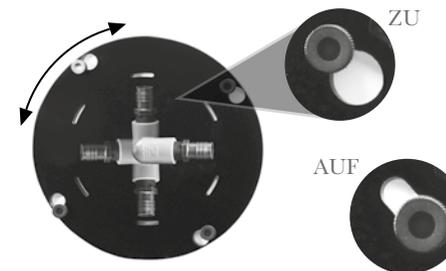

Abbildung 2
Wir empfehlen, den **Tropic Marin® Bio-Actif Reactor 5000** mit ca. 1500 l/h Durchfluss zu betreiben (z.B. mit Hilfe einer SICCE SYNCHRA SILENT 1.5\*). Der Zulauf des Filters ❷ kann über ein 1/2“ Rohr-Innengewinde am Deckel ❶ an eine PVC-Verrohrung\* angeschlossen werden. Eine Schlauchtülle ❿ für einen 19 mm (3/4“) Schlauch\* zum Einschrauben in den Zulauf ❷ liegt separat bei. Zur passenden Ausrichtung des Zulaufs ❷ kann der Deckel ❶ in 90°-Schritten gedreht werden (siehe Abbildung 2).
Zum Abnehmen des Deckels ❶ ist es ausreichend, die Schrauben ❸ etwas zu lockern. Drehen Sie dann den Deckel bis zum Anschlag nach links, so dass die Schrauben mittig in den runden Öffnungen liegen (siehe Abbildung 2). Sie können nun den Deckel senkrecht nach oben abheben.